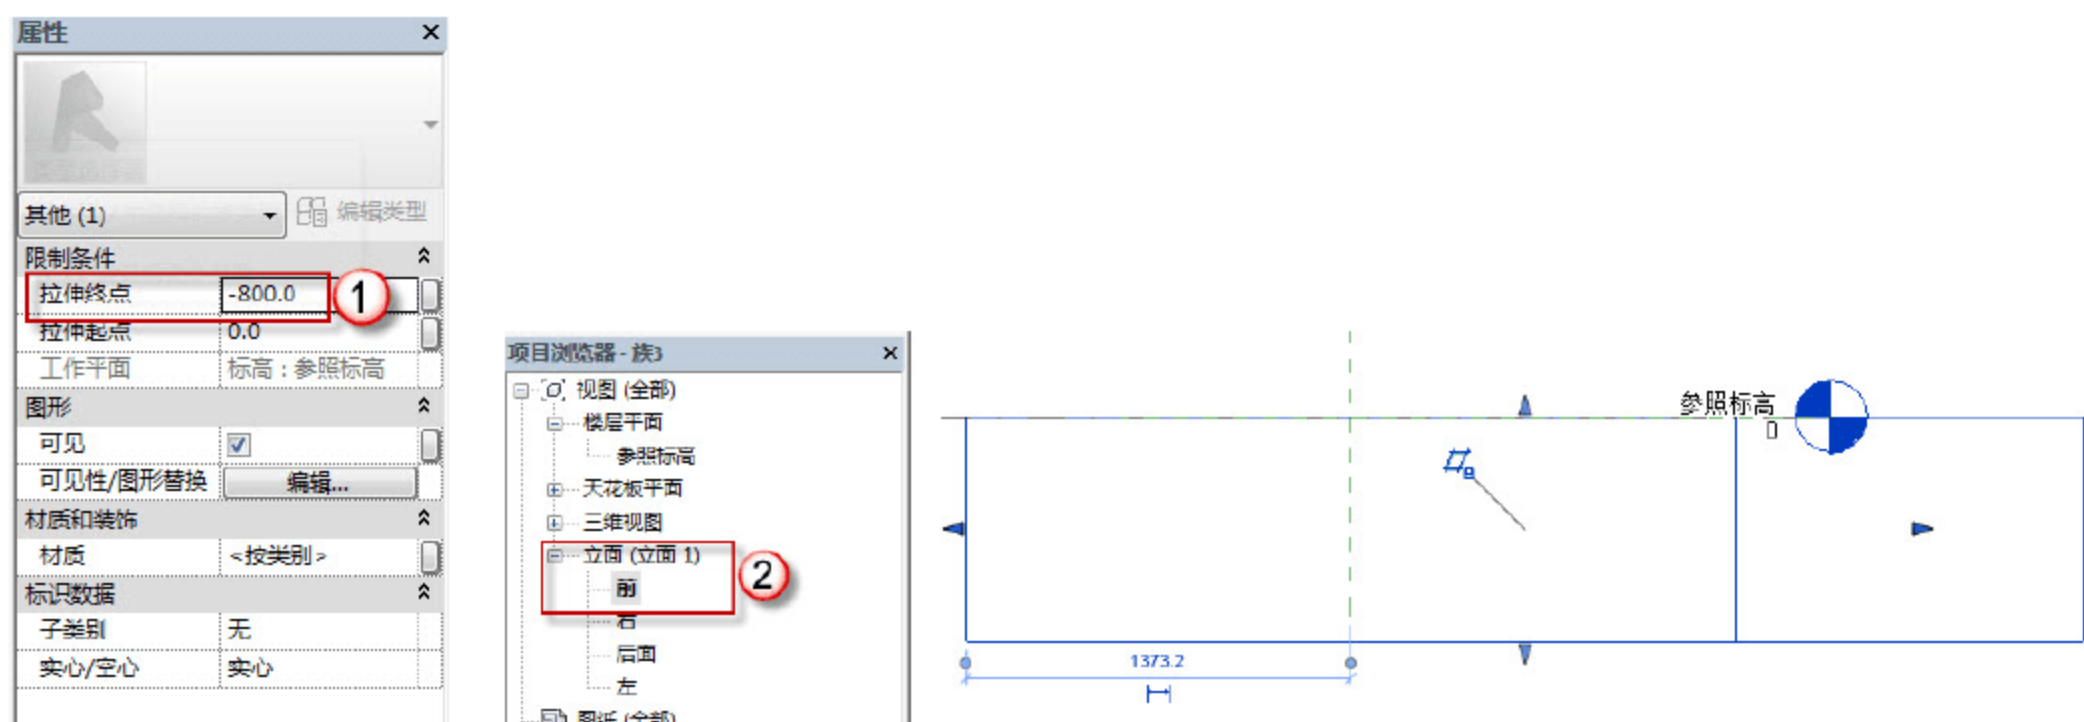

图 2.1.69 定义承台高度
(5) 定义承台高度。在“属性”面板中，在“拉伸终点”后输入数值-800，在“项目浏览器”面板中选择“立面”→“前”命令，观看承台高度，如图 2.1.69 所示。